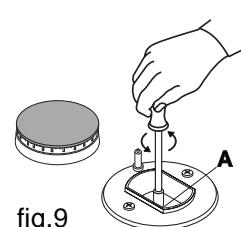

fig.9
- desenrosque los inyectores (fig.9), utilizando una llave tubular de 7 mm. y sustitúyalos con los adecuados al nuevo tipo de gas (ver la tabla 1 "Características de los quemadores e inyectores").